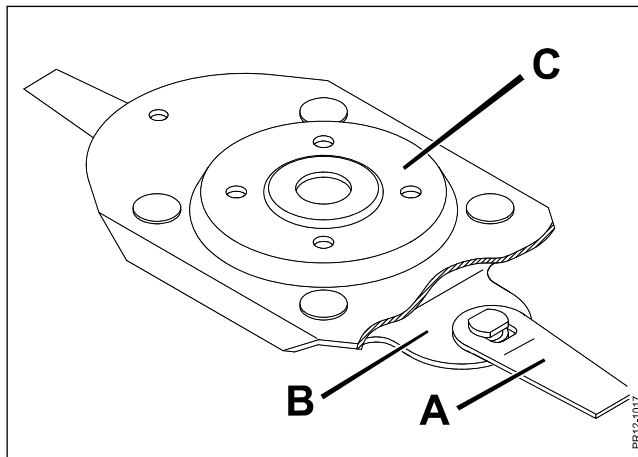

Fig. 5-17
Fig. 5-17 Systemet benævnes Quick and Safe (QS), som er betegnende for den hurtige montering/udskiftning af knive, samt den høje sikkerhed mod at knive **A** utilsigtet kan frigøres fra knivholderen **B**, der er boltet på skiven **C**.